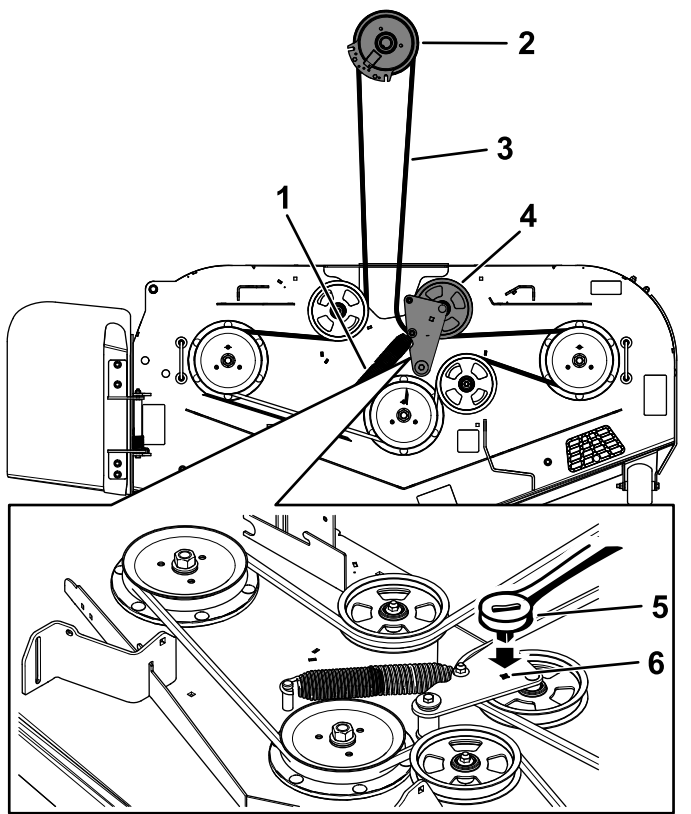

Bild 65
8. Setzen Sie eine $\frac{3}{8}$ -Zoll Ratsche in das rechteckige Loch im Spannarm ein, um die Spannung an der Spannscheibenfeder zu lösen (Bild 65).
10. Nehmen Sie die Riemenschutzvorrichtung am gefederten Spannarm ab (Bild 65).
12. Verlegen Sie den neuen Riemen um die Mähwerk- und Bremsspannscheiben unter dem Motor (Bild 65).